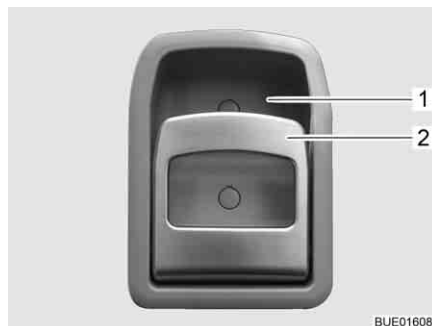

Fig. 47 Cerradura de la puerta de entrada, en el interior
- Tirar del tirador (Fig. 47,2). Se desbloqueará o bien abrirá la cerradura de la puerta.
- Presionar la parte superior del tirador (Fig. 47,2) hacia el alojamiento del tirador (Fig. 47,1). Se bloqueará la cerradura de la puerta.